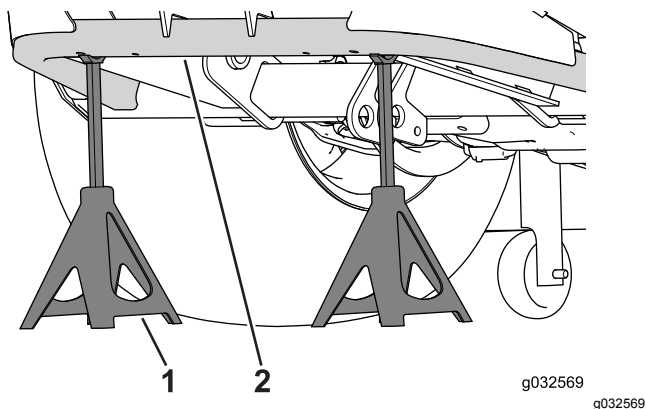

Figure 76
2. Avec un cric, soulevez les roues arrière du sol et soutenez le cadre avec des chandelles (Figure 76).